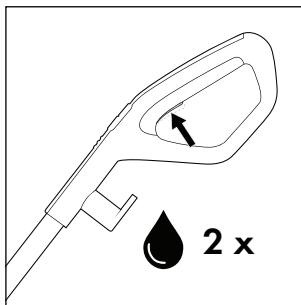

Afb. 16
- ◆ Wikkel het snoer **17** helemaal van de bovenste en onderste kabelhouder **16/20** af. U kunt het snoer **17** snel van de kabelhouders **16/20** afwikkelen als u de bovenste kabelhouder **16** iets naar buiten trekt en omlaag draait (zie afb. 16).